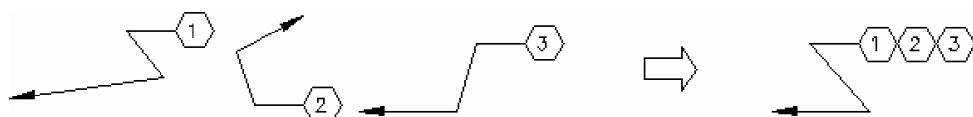

Fig. 6.84 Mai multe adnotări la aceeași linie de indicație
1. Se desenează trei linii de indicație *multileader*, ca în Fig. 6.84.